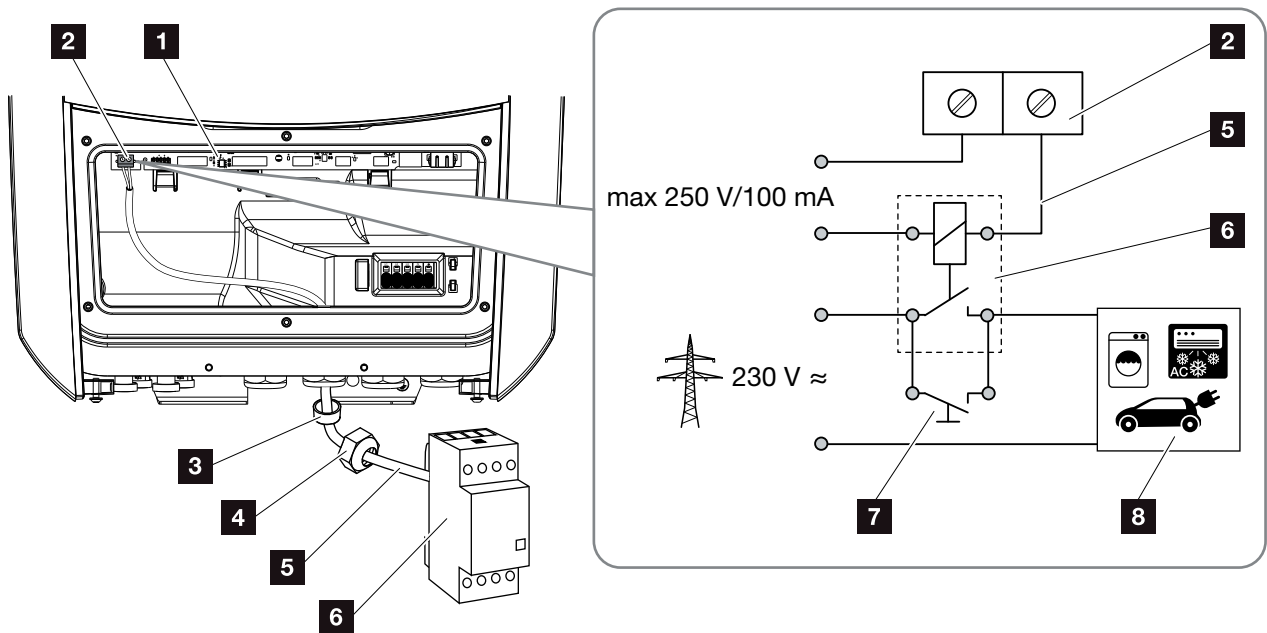

Fig. 55: Ligação elétrica do autoconsumo
2. Ligue o relé de carga corretamente ao borne de ligação de autoconsumo na Smart Communication Board.  **Fig. 55 Pos. 2**